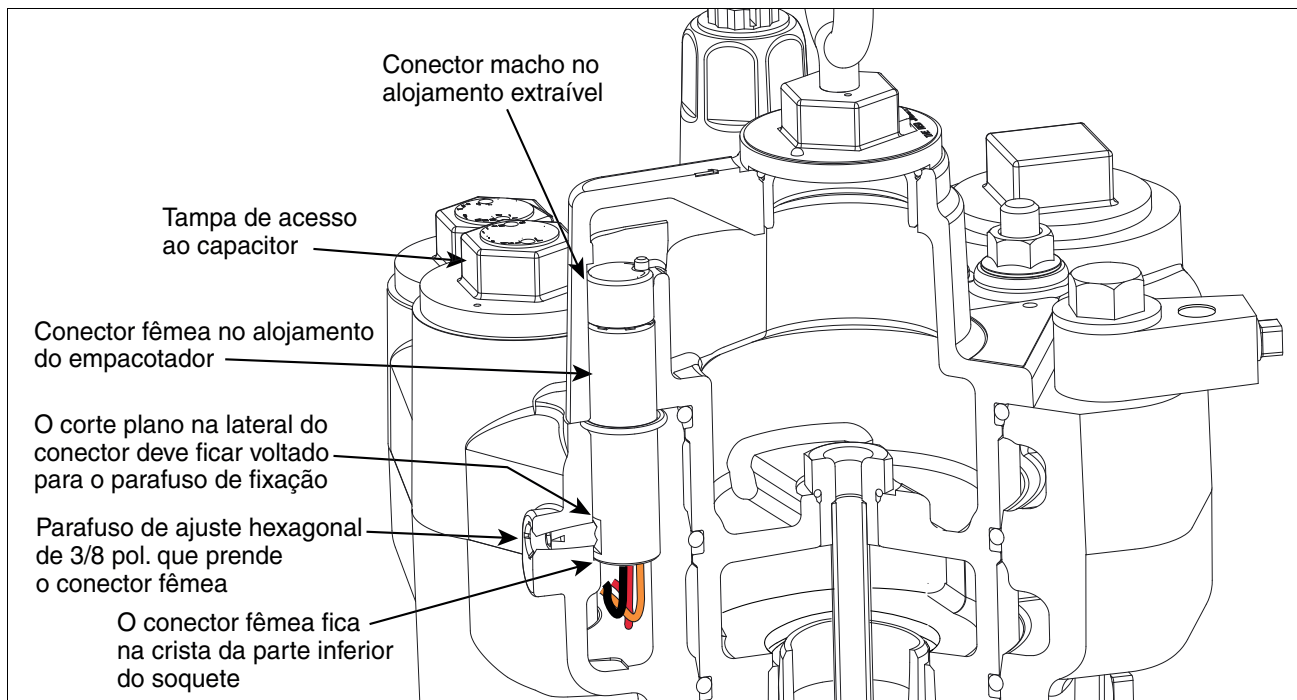

Figura 56. Posicionamento do parafuso de fixação do conector fêmea
18. Usando uma chave hexagonal de 3/16 pol., gire o parafuso de fixação que mantém o conector fêmea no lugar cerca de 1-1/2 voltas no sentido anti-horário até que você possa levantar o conector (consulte a Figura 56).